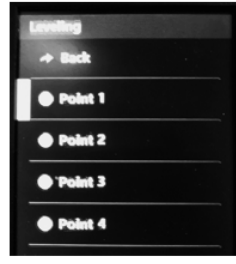

Fig 2
Étape 3: Faites « Préparer>> Lit mise à niveau>> Point 1" sur le panneau de commande (Fig. 2), la buse ira jusqu'aux coins du lit, desserrez les écrous à main sous le foyer (Fig. 3) et laissez la buse toucher presque le foyer (Fig. 4). Continuez à faire « Point 2/3/4 » jusqu'à ce que les 4 coins soient nivelés.